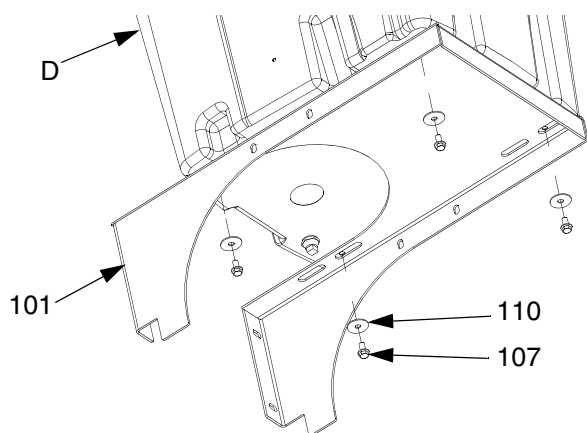

FIG. 9: Fissaggio del serbatoio alla staffa
10. Serrare le viti di montaggio del serbatoio (107). Vedere la FIG. 9.
11. Montare le viti (107) e il supporto della base (109).